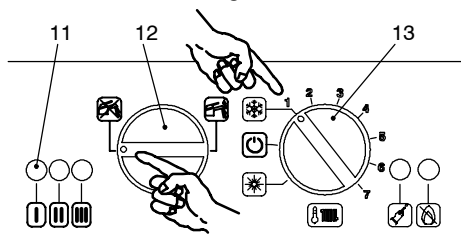

fig. 6.4
18 Ruotare la manopola settaggio serbatoio dinamico 12 come in fig. 6.4
- 19 Dare alimentazione elettrica alla caldaia (interruttore bipolare); la lampada di segnalazione 11 in fig. 6.4 si accende circa ogni quattro secondi.
20 Ruotare il selettore di funzione 13 come in fig. 6.4